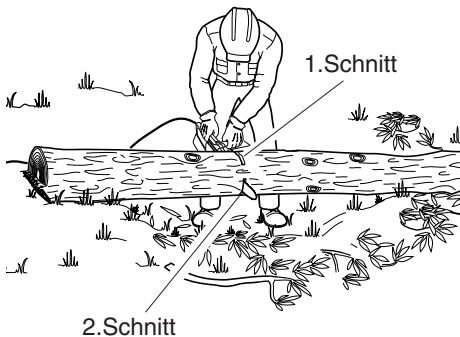

Abb.17 - Ablängen eines Stammes, der an beiden Enden aufgebockt wurde
1. Den ersten Schnitt von der Oberseite des Stamms aus vornehmen (siehe Abb.17). 1/3 des Stammdurchmessers durchschneiden. Dieser Schnitt vermeidet ein Splintern des Stamms beim Durchtrennen.